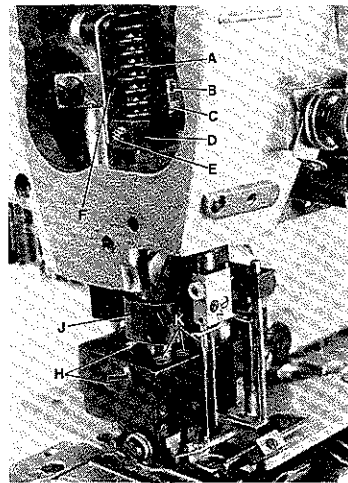

Fig. 46
For easy adjustment remove presser spring regulator on top of machine arm and presser spring (A, Fig. 46).
Adjust long stop screw (B) in presser bar guide (D) against bed casting to ensure a clearance of 0,5 mm (.020 in.) (see Fig. 46 A) between slot end of link (F, Figs. 46 and 46 A) in presser bar guide (D, Figs. 46 and 46 A). Tighten lock nut (C, Fig. 46) on stop screw.
Mount the presser foot, align it with the needles and tighten screws (H, Figs. 46 and 46 B). Rotate pulley until the feed dogs are in down position below the throat plate. Loosen screw (E, Fig. 46) in presser bar guide (D) and press the presser foot down against throat plate until the presser foot bottoms and the yielding section are pressed up by 0,8 to 1 mm (.032 to .040 in.) (see Fig. 46 B). Retighten screw (E) being sure stop screw (B) in presser bar guide rests on the bed casting. Remount presser spring (A) and presser spring regulator.
Set the collar (J, Fig. 46) respectively the lamp bracket on Styles 34800 TDA, for the presser foot height as required, the presser foot bottom should not contact the spreader when the presser foot is lifted.
The pressure exerted by the presser spring (A, Fig. 46) on the presser bar guide (D) should be higher than the pressure exerted by the three springs for presser foot bottoms and the yielding section. The presser bar should not move vertically when sewing. Screw-in presser spring regulator on top of machine arm as required.
The spring pressure exerted on the presser foot bottom and the left and right yielding section can be adjusted individually by turning screws (K, Figs. 46 and 47). Turning clockwise reduces the pressure, turning counterclockwise increases the pressure.
Entfernen Sie zur besseren Einstellung die Drückerfuß-Stellschraube oben am Maschinenarm und die Drückerfeder (A, Fig. 46).
Stellen Sie die lange Anschlagschraube (B) in der Drückerfußstangenführung (D) so gegen den Gehäuseguß, daß zwischen dem Schlitzende des Gelenks (F, Fig. 46 und 46 A) und der Zapfschraube (G, Fig. 46 A) in der Drückerfußstangenführung (D, Fig. 46 und 46 A) ein Abstand von 0,5 mm ist (siehe Fig. 46 A). Ziehen Sie die Feststelmutter (C, Fig. 46) auf der Anschlagschraube an.
Setzen Sie den Drückerfuß ein, richten Sie ihn zu den Nadeln aus und ziehen Sie die Schrauben (H, Fig. 46 und 46 B) an. Drehen Sie am Handrad bis die Transporteure unter der Stichplatte stehen. Lösen Sie die Schraube (E, Fig. 46) in der Drückerfußstangenführung (D) und drücken Sie den Drückerfuß nach unten gegen die Stichplatte, so daß die Drückerfußsohlen und das Seitenteil 0,8 bis 1 mm nach oben gedrückt werden (siehe Fig. 46 B). Ziehen Sie die Schraube (E) wieder an, beachten Sie dabei, daß die Anschlagschraube (B) in der Drückerfußstangenführung am Gehäuseguß anliegt. Montieren Sie Drückerfeder (A) und Drückerfuß-Regulierschraube wieder.
Stellen Sie den Stelling (J, Fig. 46) bzw. den Lampenhalter bei den Maschinen 34800 TDA, für die Drückerfußhöhe so, daß die Drückerfußsohle den Leger nicht berührt, wenn der Drückerfuß angehoben wird.
Der Druck der von der Drückerfeder (A, Fig. 46) auf die Drückerfußstangenführung (D) ausgeübt wird, muß stärker sein als der Druck der drei Federn der Drückerfußsohlen und des Seitenteils, so daß beim Nähen die Drückerfußstange sich vertikal nicht bewegt. Drehen Sie die Drückerfuß-Regulierschraube oben am Gehäusearm entsprechend weit ein.
Der Federdruck auf die Drückerfußsohlen und das Drückerfuß-Seitenteil kann durch Drehen der Schrauben (K, Fig. 46 und 47) individuell eingestellt werden. Drehen im Uhrzeigersinn vermindert den Druck, drehen im Gegenuhrzeigersinn verstärkt den Druck.